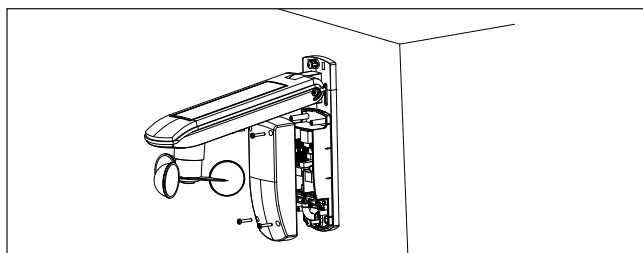

Abb. 5 Wandmontage
- Befestigen Sie die Wetterstation mit den beiliegenden Schrauben und Dübeln wie abgebildet auf einem geeigneten Untergrund (Abb. 5). Die USB-Leitung muss auf der Rückseite der Montageplatte korrekt in der Führung liegen, damit sie bei der Montage nicht eingeklemmt wird.